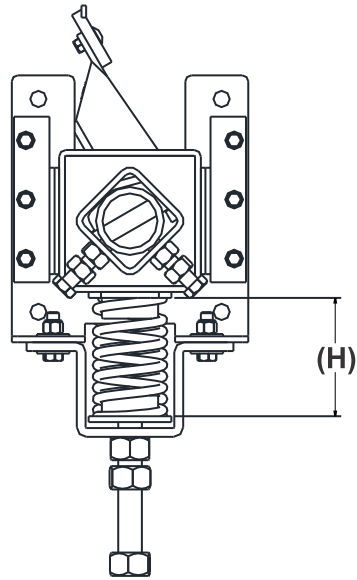

Figura 5. Altura del Resorte (H)
- Una vez que se logra el contacto uniforme entre la cuchilla y la cinta, levante uniformemente los Bloques Deslizables para que el resorte se cargue. Continúe apretando hasta que se alcance la fuerza suficiente (presión de la cuchilla) vea Tabla 1. La altura del resorte (H) es el punto de partida de tensión sugerido. Vea *Figura 5*.